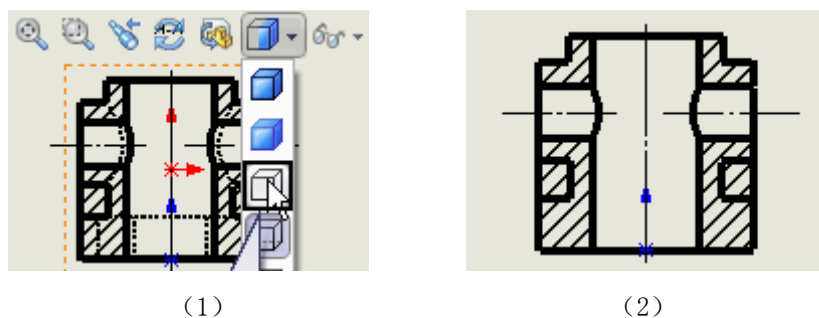

图 3-19 修改视图显示样式
选中左视图，如图 3-19 (1) 所示，再次切换视图显示样式为“消除隐藏线”，结果如图 3-19 (2) 所示。